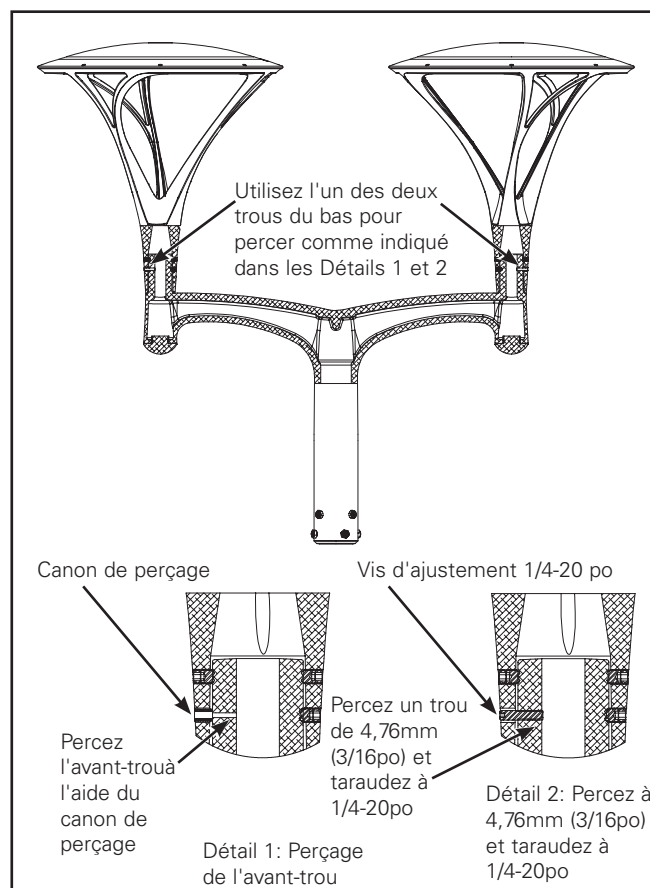

Figure 13.
- Utilisez l'un des deux trous du bas des luminaires comme gabarit pour percer un avant-trou dans les tenons du bras double (deux emplacements sur le bras, un pour chaque tenon). Utilisez le canon de perçage fourni et insérez-le dans l'un des trous du bas du luminaire et percez un avant-trou de 4,76mm (3/16po) dans le tenon à travers la bague. Continuez de percer jusqu'à ce que le trou atteigne la paroi du tenon d'un côté. (Figure 13.)
- Retirez le canon de perçage et utilisez une mèche de 4,76mm (3/16po) pour agrandir l'avant-trou. Taraudez ce trou jusqu'à atteindre un filetage UNC de 1/4-20po. (Figure 13.)
11. Utilisez les vis d'ajustement de 1/4-20po x 3,18cm (1-1/4po) fournies pour le trou percé dans l'étape 8 (Figure 13) et resserrez jusqu'à ce que la vis soit alignée avec la surface externe de l'emplacement. Installez cinq vis d'ajustement de 3/8-24po x 9,52mm (3/8po) afin de maintenir chaque luminaire au tenon du bras et serrez-les selon un couple de 1,25N-m (15pi-lb).